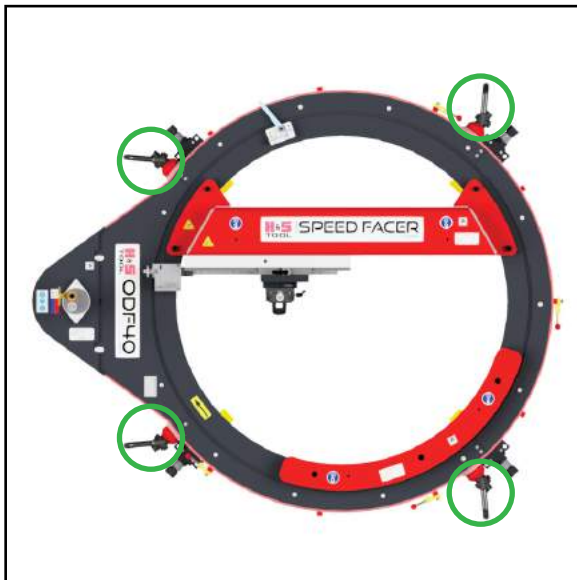

ABBILDUNG 3-1. HEBEPUNKTE (MODELL ODF40 IM BILD)
Das Herunterfallen oder das Hin- und Herschwingen der Maschine kann beim Bediener und in der Nähe stehenden Personen schwere Verletzungen bewirken. Heben Sie die Maschine ausschließlich an den in Abbildung 3-1 gezeigten 3/4“-Heberingen. Verwenden Sie für das Heben der ODF40 Flanschdrehmaschine nicht die kleineren Heberinge an der Brücke oder dem Gegengewicht.
3. Setzen Sie die Maschine entsprechend Abbildung 3-1 zum Installieren der 4 Spannfüße auf einer stabilen Unterlage ab.